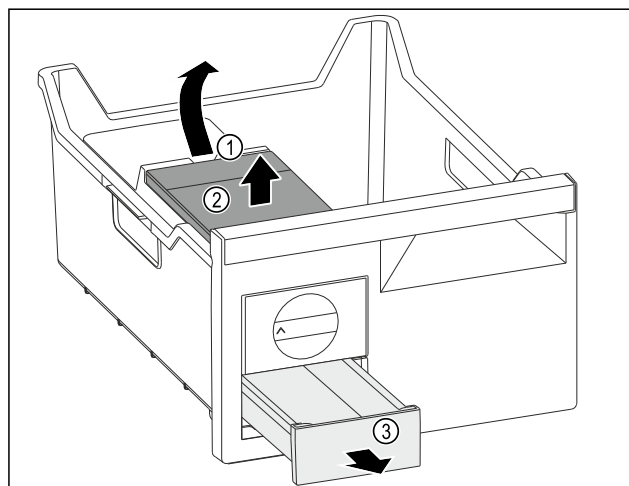

Fig. 140
- ▶ Vađenje spremnika za vodu: Podignite spremnik za vodu na otvoru Fig. 140 (1).
- ▶ Izvadite spremnik za vodu Fig. 140 (2) prema gore.
- ▶ Izvadite ladicu Fig. 140 (3) prema naprijed.